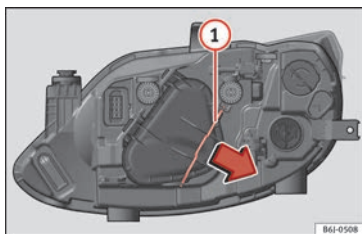

Fig. 94 Phare simple.
- Déplacez le tirant » fig. 94 ① dans le sens de la flèche puis retirez le cache.